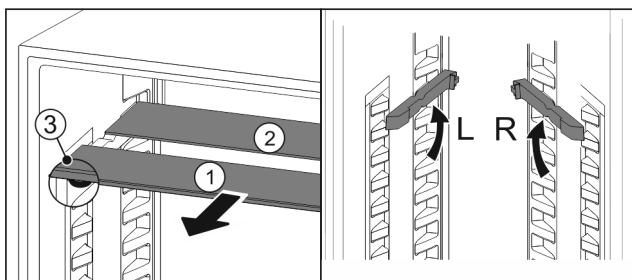

Fig. 112
- ▶ Skleněné desky jednotlivě vytáhněte dopředu Fig. 112 (1).
- ▷ Skleněná deska Fig. 112 (1) s ozdobnou lištou leží vpředu.
- ▷ Zářázky Fig. 112 (3) směřují dolů.